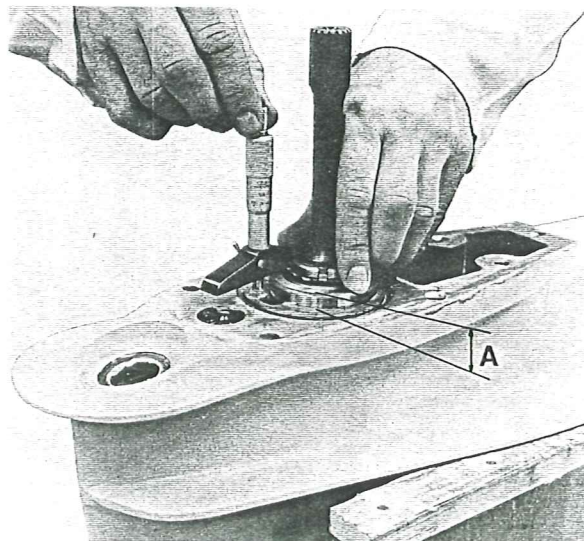
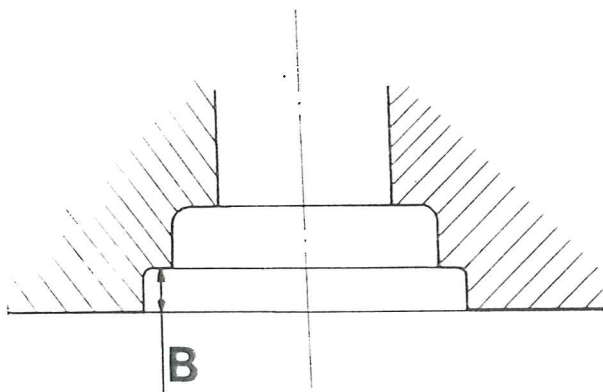

Fig. 41
Fig. 42
1. Placera axiallagrets ytterring på lagret (13 fig. 59) och håll den stadigt i läge. Mät med en djupmikrometer måttet "A" fig. 41 och 43 samt måttet "B" fig. 42